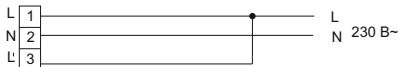

Рисунок 3
- присоединить подготовленные концы сетевого кабеля к винтовым зажимам клеммной колодки согласно маркировке (рисунок 3):
2) фазный некоммутированный проводник сети – подключить к контактному зажиму (L);
3) нейтральный проводник сети – подключить к синему зажиму (N);